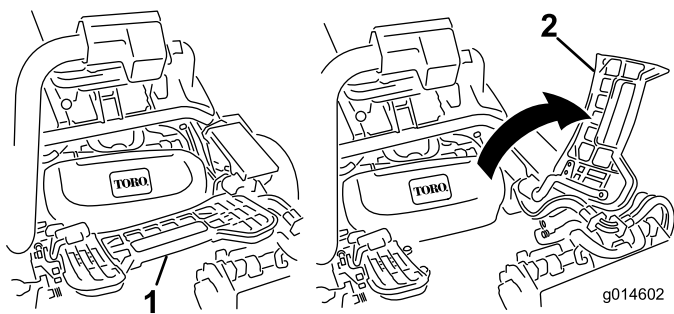

Figura 32
2. Sollevate il poggiapiedi e ruotatelo fino all'apertura, per consentire l'accesso alla posizione dell'apparato di taglio centrale.(Figura 32)